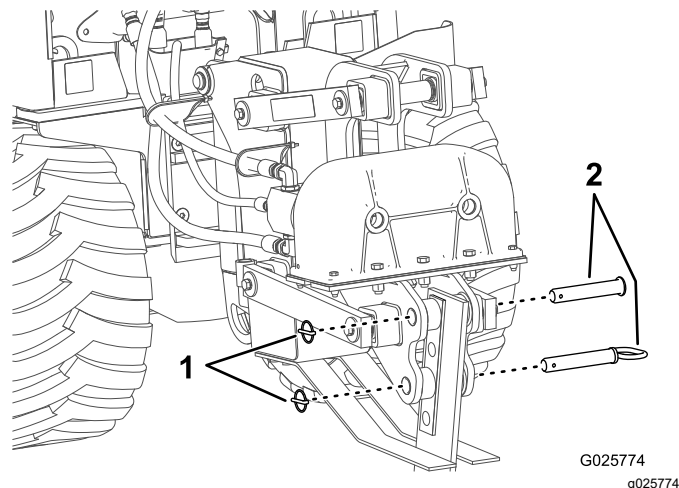

Рисунок 17
2. Откиньте 2 круглых стопорных кольца и извлеките штифты со стопорными кольцами (Рисунок 17).